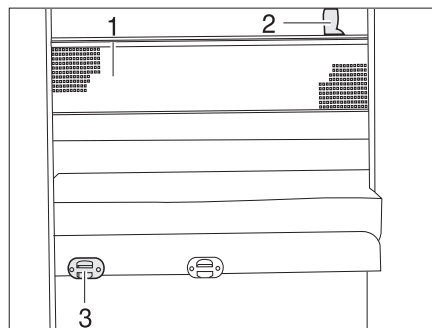

Fig. 169 Filet de sécurité
- Accrocher l'échelle de montée par les longerons sur le bandeau (Fig. 169,3) installé sur le cache.
Le filet de sécurité (Fig. 169,1) de série est rangé entre le matelas et le sommier à lattes. Ne tendre le filet de sécurité qu'une fois que la personne se trouve dans le lit.
- Faire s'enclencher les sangles de retenue (Fig. 169,2) dans les œillets du plafond.